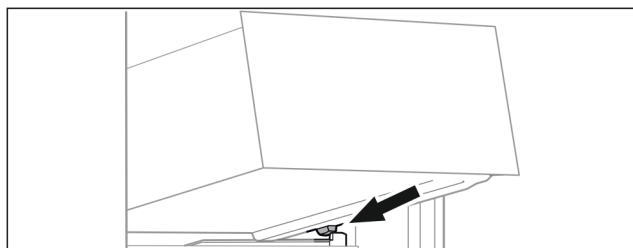

Fig. 132
- Stavite ladicu ukoso iza zaustavljača na žlijeb spremnika. (pogledajte Fig. 132)